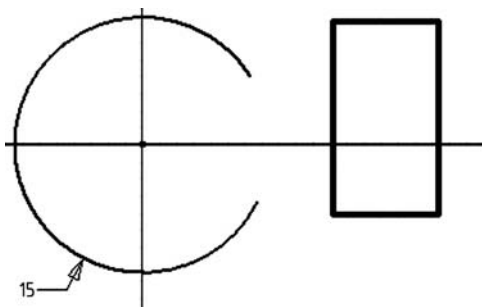

Рис. 6
- Из *Панели построений* выбираем примитив **Прямоугольник**, располагаем его произвольно на рабочей плоскости, как показано на рис. 6.